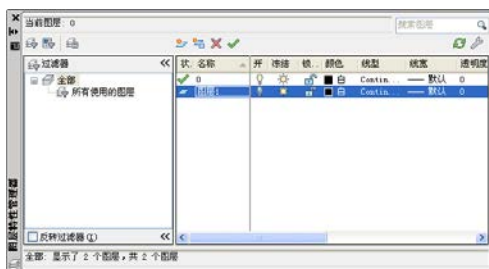

图 3.3 选择图层
(1) 在【图层特性管理器】面板中选择要删除的图层，此时该图层名称高亮度显示，表明该图层被选择，如图 3.3 所示的图层 1。